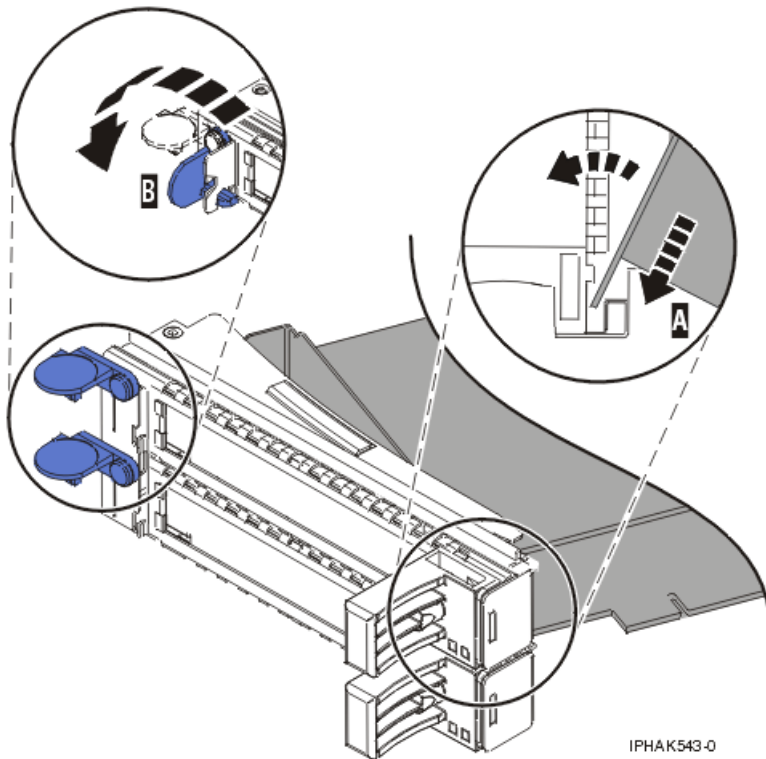

Abbildung 95. Adapter in PCI-Adapterkassette installieren
- d. Drehen Sie den Drehstift (C) heraus und legen Sie ihn an einer sicheren Stelle ab.
- a. Setzen Sie bei geöffneter Position der Kassettenhalteklammer den Adapter fest in den Kassettenhaltekanal (A) ein. Siehe Abb. 95 auf Seite 128.
- d. Bringen Sie die Adapterhalterungen in die zum Halten des Adapters korrekte Position. Drehen Sie dann die Halteklammer **(B)** in die geschlossene Position. Siehe Abb. 95.